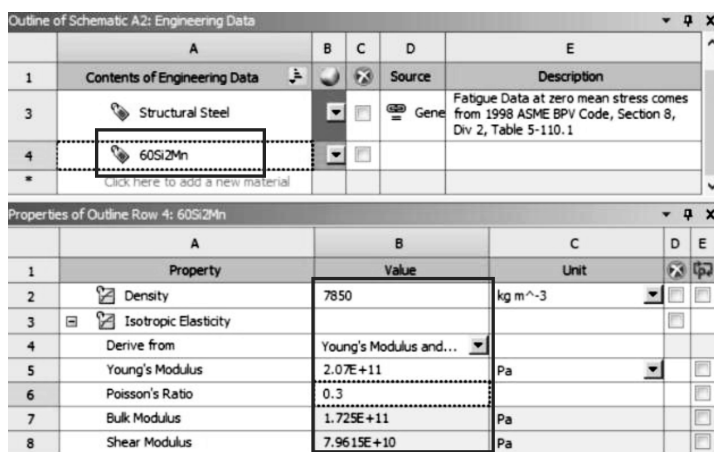

图 2-3 创建材料
(1) 编辑工程数据单元：右键单击【Engineering Data】→【Edit】。
(2) 在工程数据属性中增加新材料：单击【Outline of Schematic A2, B2: Engineering Data】→【Click here to add a new material】输入新材料名称 60Si2Mn。
(3) 在左侧单击【Physical Properties】展开→双击【Density】→【Properties of Outline Row 4: 60Si2Mn】→【Density】=7850kg/m³。
(4) 在左侧单击【Linear Elastic】展开→双击【Isotropic Elasticity】→【Properties of Outline Row 4: 60Si2Mn】→【Young's Modulus】=2.07E+11Pa。
(5) 【Properties of Outline Row 4: 60Si2Mn】→【Poisson's Ratio】=0.3，如图 2-3 所示。